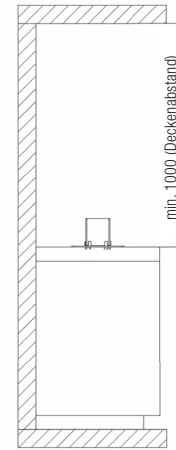
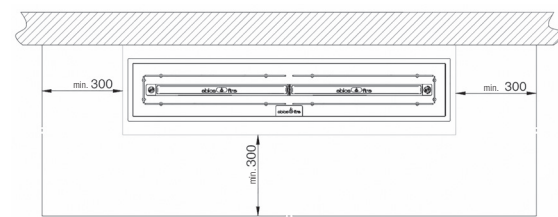

Abb. 19 Mindestabstand Deckel
Abb. 20 Mindestabstände zu brennbaren Bauteilen
- Zu seitlichen brennbaren Bauteilen, Möbeln, Dekorationen oder Vorhängen ist ein Mindestabstand von 1000 mm (siehe Abb. 20) einzuhalten, um ausreichend Wärmeschutz zu gewährleisten! Oberhalb des ebios-fire-Möbel, bis zur Zimmerdecke (Deckenabstand >1000 mm), dürfen sich keine Gegenstände befinden (siehe Abb. 19)!